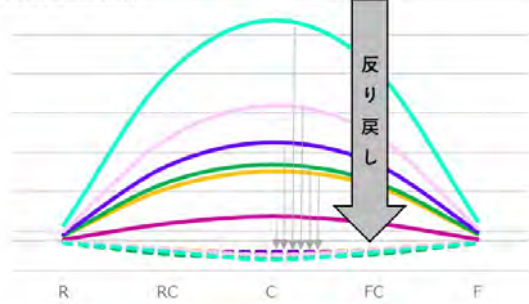

図4. 反り戻し矯正結果
- ・ その結果、回収品『芯金』が大きく反ったものでも、全て所望の値に戻す事が出来ることを確認し(図4)、再資源化していた『芯金』部品を再使用する事が可能となった。